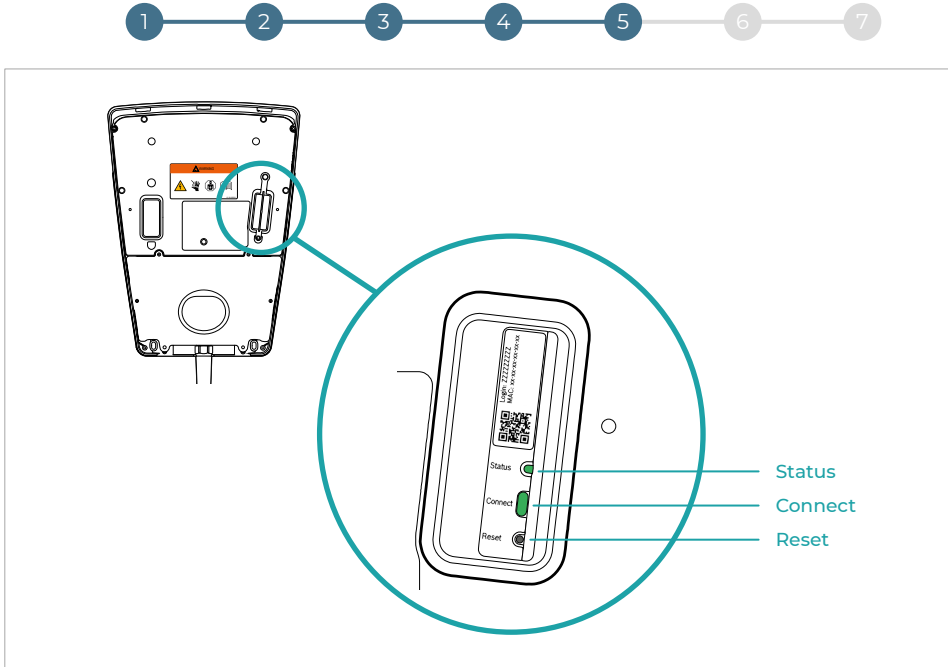

Abb. 8
2. Warten Sie, bis das Ladesystem betriebsbereit ist (Status-LED des Ladesystems leuchtet blau und die Status-LED des Kommunikationsmoduls (Abb. 8) leuchtet gelb und der Hotspot-Modus ist aktiv).
Der Hostname setzt sich aus einer definierten Gerätebezeichnung („HDM-SMART-CONNECT-“) und aus den letzten 6 Zeichen der MAC-Adresse auf dem Kommunikationsmodul zusammen (**Abb. 8**).